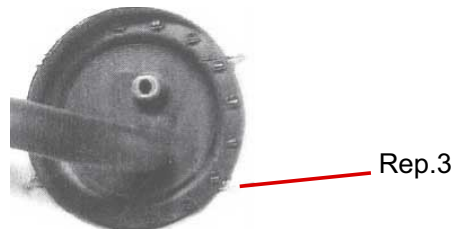

Fig. 2 : Montage des clips de serrage
- 3) Passer (fig. 2) les clips de serrage (rep. 3) – voir aussi instructions de montage PWD.
3) Étapes de montage supplémentaires – voir le montage sur le PWD 750 – étapes 3 à 5 (fig. 2 – 4).